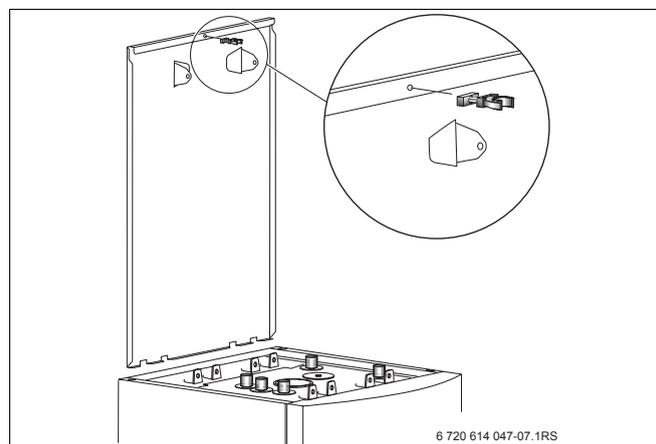

Bild 14 Klemmschelle für Anschluss Ausdehnungsgefäß montieren
- Klemmschelle für Anschluss Ausdehnungsgefäß mit Schraube an Kesselrückwand montieren (Bild 14). Die Kesselrückwand muss hierfür nicht demontiert werden.